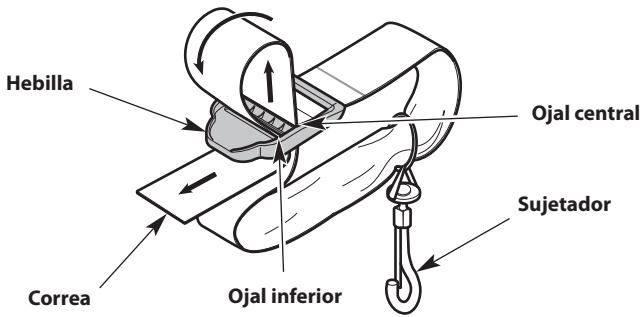

Fig. 10
1. Haga pasar la correa hacia arriba por el ojal central de la hebilla (Fig. 10).
2. Doble la correa sobre sí misma y hágala pasar por el ojal inferior de la hebilla (Fig. 10).